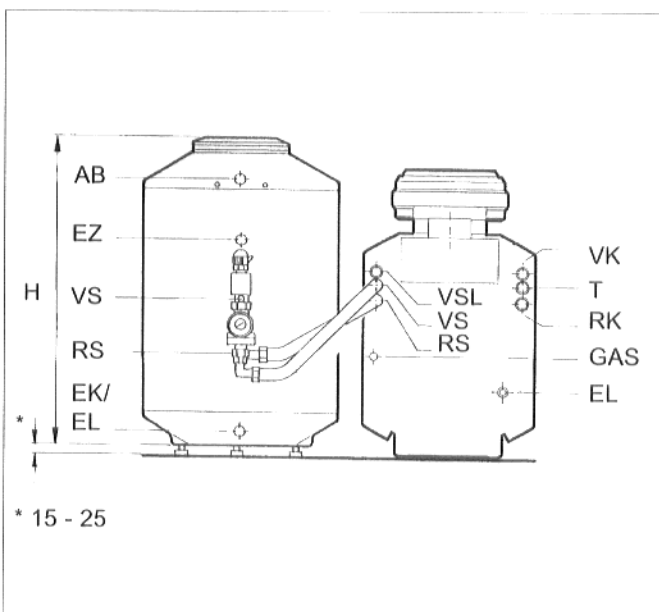

Fig. 3: vista posteriore; collegamenti dopo lo spostamento della guaina d'immersione e del tubo di collegamento per la mandata accumulatore
2. collegamenti come indicati nella Fig. 3. A tal fine svitare la guaina d'immersione con una chiave a tubo SW 27 e riavvitarla sul lato sinistro della caldaia. Inoltre spostare il tubo di mandata accumulatore della caldaia sul lato destro. Tutti i collegamenti devono ora essere effettuati come indicato in Fig. 3!